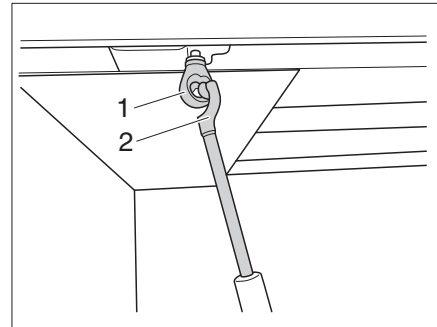

Fig. 155 Réglage en hauteur
- Accrocher la manivelle (Fig. 155, 2) dans l'œillet (Fig. 155, 1) du réglage en hauteur.